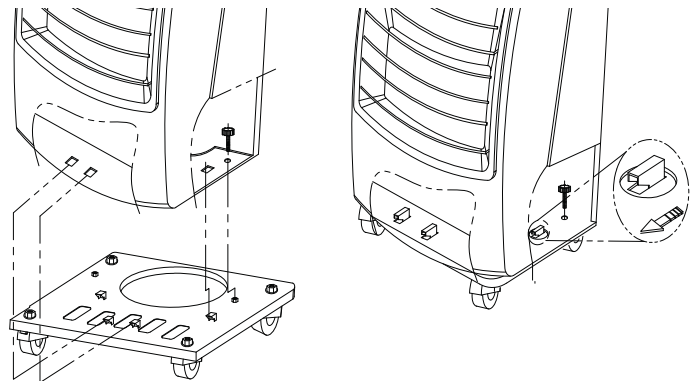

Figura 2. Desmontaje y montaje de la chapa inferior.
- Alinee los agujeros de la parte inferior del gabinete del calentador respecto a las lengüetas de fijación de la cara superior de la base (ver Figura 2).